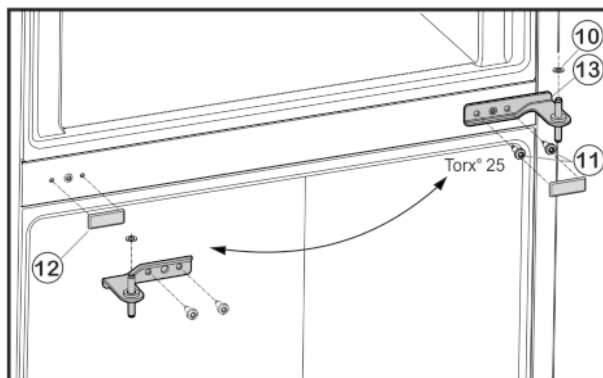

Fig. 5
- ▶ Keerake kinnituskruvid Fig. 5 (11) välja (2 tk Torx® 25) ja tõmmake keskmine laagritugi alumisest uksest välja.
- ▶ Võtke plastmass-seib Fig. 5 (10) maha.
- ▶ Tõmmake kate Fig. 5 (12) ettevaatlikult maha.
- ▶ Pange kate Fig. 5 (12) vastasküljel peale tagasi.
- ▶ Pange keskmine laagritugi Fig. 5 (13) 180° võrra pööratult alumise ukse sisse ja keerake kinnituskruvidega Fig. 5 (11) (2 tk Torx® 25) uuel šarniirküljel **tugevasti (4 Nm)** külge.
- ▶ Pange plastmass-seib Fig. 5 (10) peale tagasi.
- ▶ Asetage ülemine uks keskmisele laagritoole Fig. 5 (13).